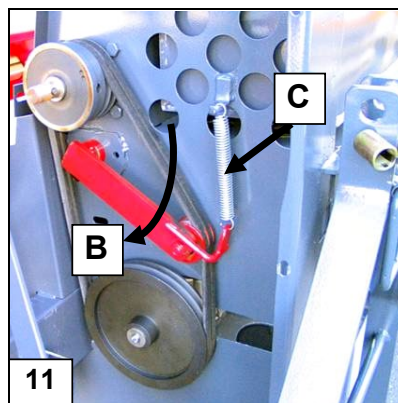

Bild 11. Spänning av kilremmarna
- ❑ När du drar i spak A, vänds spännhjul B, bild 11, nedåt och kilremmarna blir lösare. Kopplingsspak A hamnar i låsningen och remmarna blir lösa.
När kopplingen frisläpps, aktiveras fjäder C, bild 11, så att spännhjulet spänner kilremmarna från den så kallade lösa sidan och vinkelväxelns och bladväxelns kilremmar hålls automatiskt rätt spända.